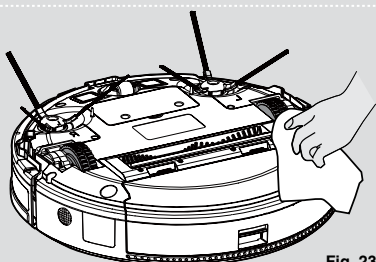

Fig. 23
3. Limpie las ruedas con un paño seco. **[Fig. 23]**